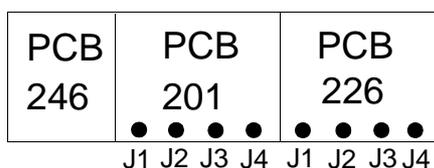

Рис. 23
6. Отсоедините два провода датчика от вывода J1 или J2 платы РСВ201. См. рис Рис. 23.